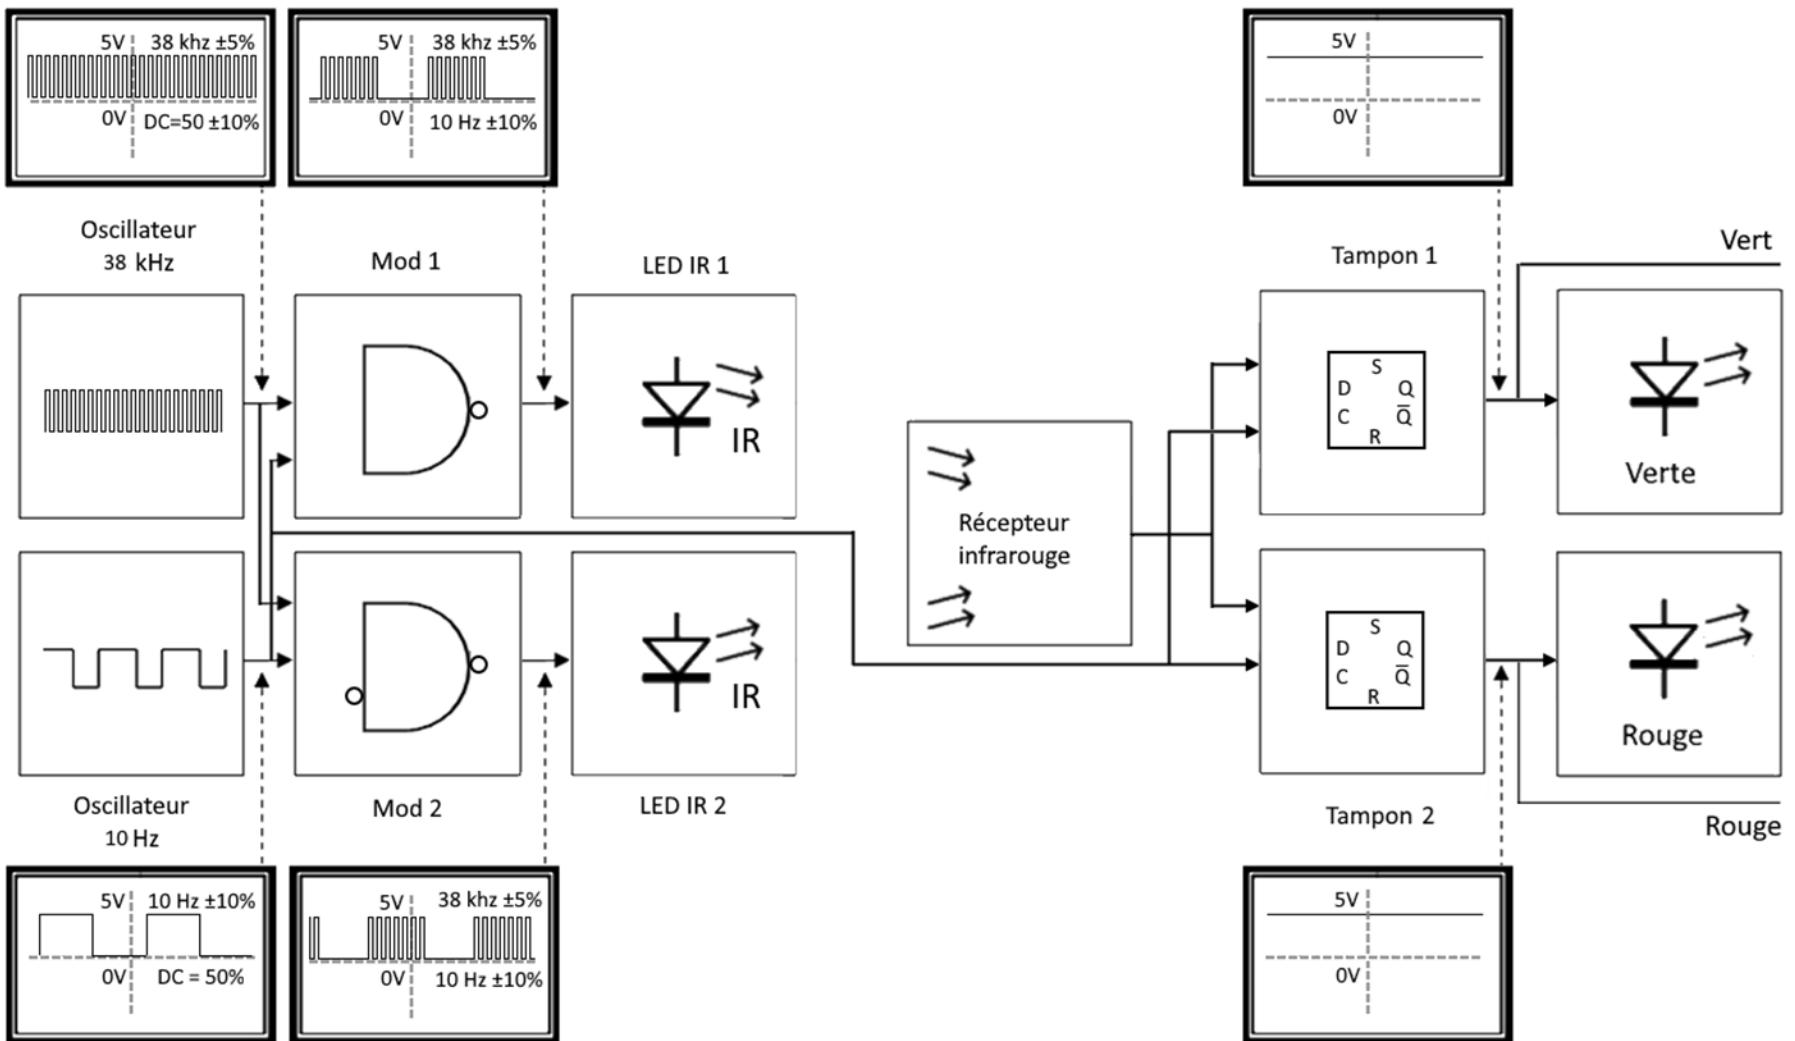

Figure 1 : Schéma bloc du détecteur de proximité
Comme vous pouvez le constater sur la Figure 1, le circuit électronique contient 11 parties. On retrouve 2 générateurs d'ondes carrées, 2 portes logiques, 2 diode électroluminescente (DEL) infrarouge (IR), un récepteur infrarouge, 2 tampons et 2 DEL de couleur (rouge et verte). Les deux générateurs d'ondes carrées sont basés sur un circuit NE556. Ce dernier peut être utilisé en mode astable et monostable. Pour nos besoins, nous l'utiliserons en mode astable afin de générer, d'une part, une onde carrée 0-5 volts à une fréquence de 38 kHz  $\pm 5\%$  avec un rapport cyclique de 50%  $\pm 10\%$  pour la fréquence de modulation. D'autre part, une onde carrée 2,5 V crête centrée sur 2,5 V à une fréquence de 10  $\pm 1$  Hz avec un rapport cyclique de 50% pour le signal d'horloge qui cadence l'alternance des DEL IR. Les signaux des générateurs d'ondes carrées passent à travers 2 circuits de portes logiques permettant de faire la modulation des signaux qui alimentent les DEL IR.